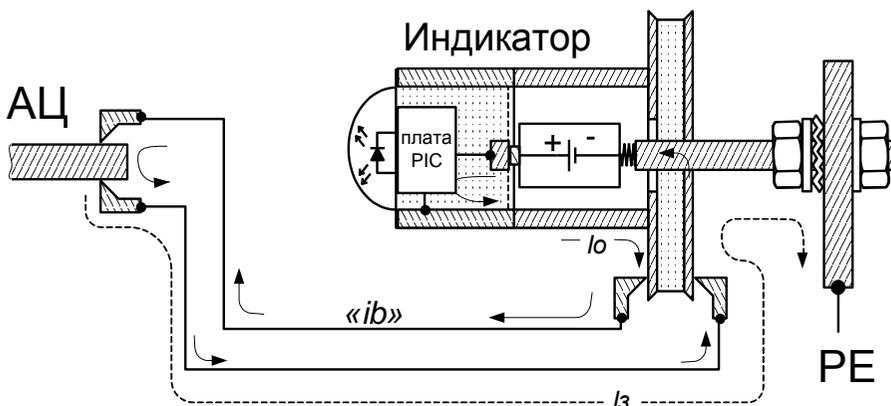

Рисунок 3 – Схема соединений
2.1.3 Через один из проводов заземляющего проводника (рисунок 3) происходит стекание статического электричества ( $I_3$ ) с автоцистерны (АЦ) на магистраль заземления (РЕ). Второй провод служит для измерения сопротивления цепи заземления: переходных сопротивлений между контактами зажимов, сопротивления проводов заземляющего проводника. Измерительный ток ( $I_0$ ) соответствует параметрам искробезопасности « $ib$ ». Если суммарное измеренное сопротивление не превышает 100 Ом, то приблизительно через пять секунд загорается светодиод индикатора, разрешая проведение операции слива-налива автоцистерны.